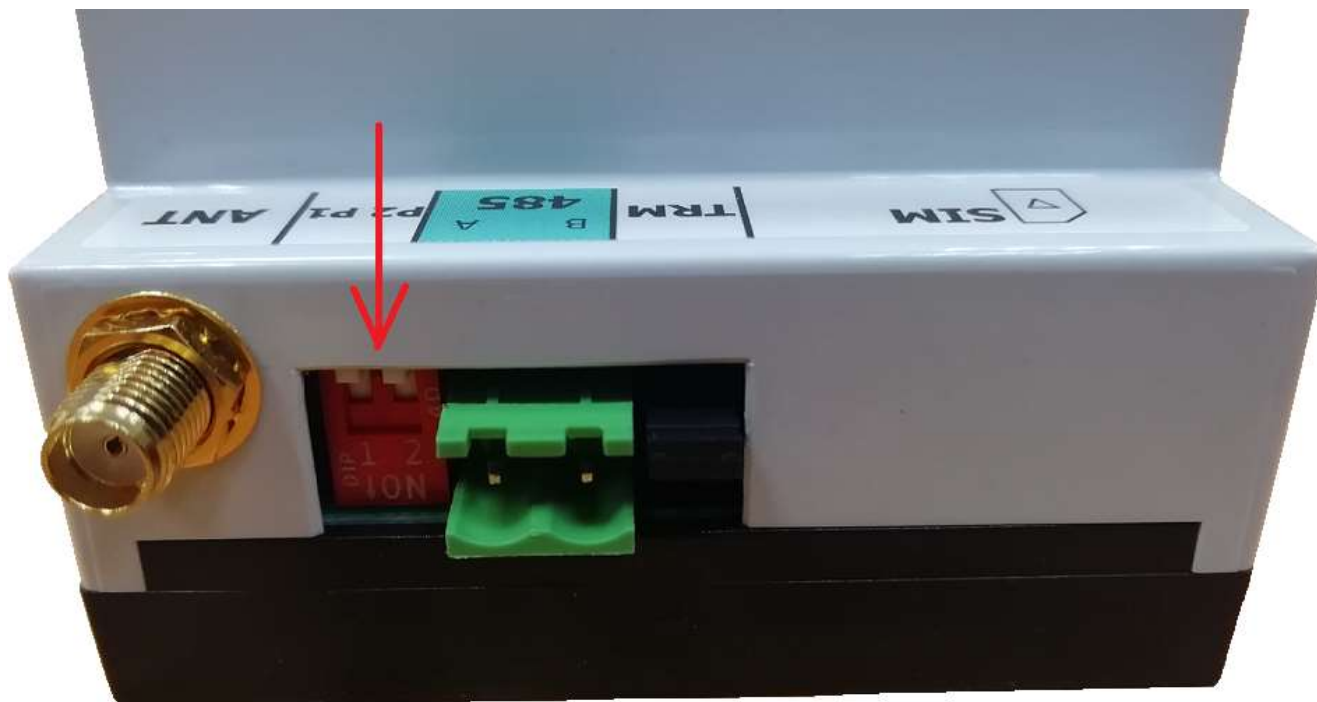

Рисунок 5 – Перевод движковых переключателей в положение ON
- переведите движковые переключатели в положение **ON** (см. рисунок 5);